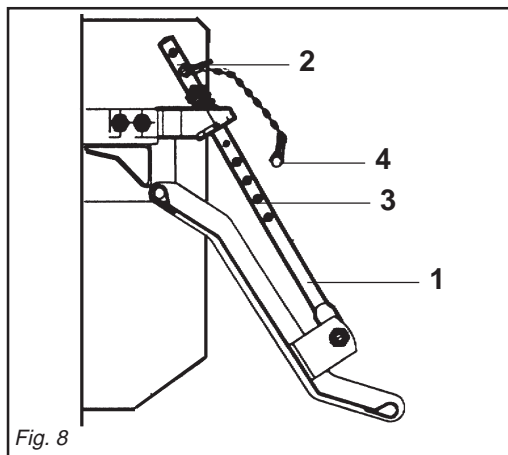

Fig. 8
- 6 - Il martinetto a molla (1 Fig. 8) oltre a sostenere la lamiera livellatrice ed ammortizzarla nel trasporto su strada, serve a evitare il ribaltamento della zappatrice durante il parcheggio.
- 6 - *Besides supporting the levelling plate and acting as a shock absorber for it during road transport, the spring ram (1 Fig. 8) prevents the steerage hoe*
- 6- Die Federwinde (1 Abb. 8) trägt nicht nur das Planierschild und dient beim Straßen-transport zur Dämpfung von Stößen, sondern
- 6 - *Le vérin à ressort (1 Fig. 8) sert de soutien à la tôle de nivellement et de suspension pendant le transport sur route, pour éviter le basculement du cultivateur lors du stationnement.*
- 6- El gato de resorte (1 Fig. 8), además de sostener la chapa de nivelación y protegerla durante el transporte en carretera, sirve para evitar el vuelco
A seconda della posizione, determinata dalla copiglia (2 Fig. 8) sui vari fori posti nel tubo del martinetto (3 Fig. 8) si riesce ad aumentare o diminuire l'effetto della lamiera livellante sul terreno.
Durante il lavoro e nel trasporto su strada la copiglia (4 Fig. 8) va tolta dal tubo del martinetto e lasciata libera.
from overturning when parking. The effect of the levelling plate on the soil can be increased or decreased depending on the position, established by the split pin (2 Fig. 8) in the various holes in the ram tube (3 Fig. 8).
During work and road transport, the split pin (4 Fig. 8) must be removed from the ram tube and left free.
dem sie soll auch verhindern, daß die Hackfräse während des Parkens umkippt. Je nach der Position, die durch den Splint (2 Abb. 8) in den verschiedenen Löchern des Windenrohres (3 Abb. 8) festgelegt wird, kann die Wirkung des Planierschildes auf den Boden erhöht oder verringert werden.
Während der Arbeit und beim Straßen-transport ist der Splint (4 Abb. 8) vom Rohr des Hydrozylinders abzunehmen und frei zu lassen.
en changeant la position de la goupille (2 Fig. 8) dans les différents trous du tube du vérin (3 Fig. 8).
Pendant le travail et dans le transport sur route la goupille (4 Fig. 8) doit être enlevée du tube du vérin et laissée libre.
de la binadora durante el estacionamiento. De acuerdo a la posición, determinada por el pasador (2 Fig. 8) en los diversos orificios del tubo del gato (3 Fig. 8) se logra aumentar o disminuir el efecto de la chapa de nivelación sobre el terreno.
Durante el trabajo y en el transporte en carretera el pasador (4 Fig. 8) debe ser quitado del tubo del cilindro y dejado libre.